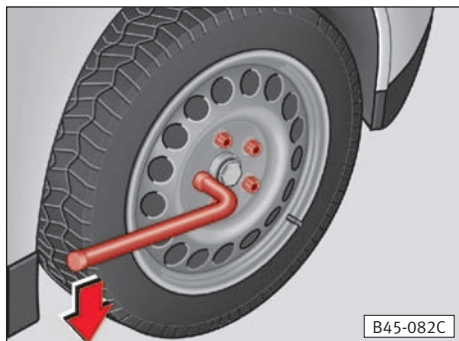

Fig. 137
– Meter a chave até o final sobre o parafuso da roda ⇒ **fig. 137** e girá-la à esquerda, sujeitando a chave o mais perto possível do seu extremo.